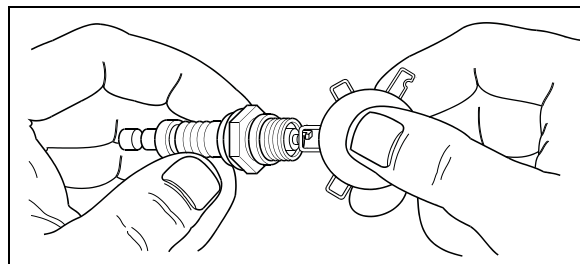

Рис. 4-5. Регулировка зазора свечей зажигания
5. Проверьте зазор между свечами зажигания с помощью проволочного калибра толщины. См. Рис. 4-5. Отрегулируйте зазор, аккуратно отогнув заземляющий электрод на указанную величину.